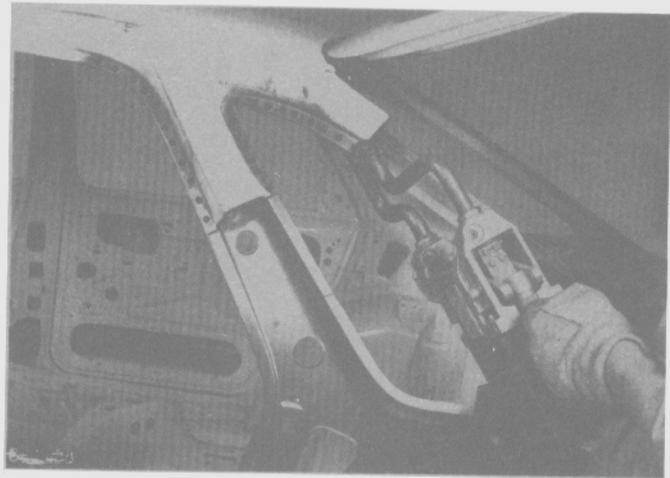

Fig. 246
- Soldar por puntos el panel en el marco de la ventanilla, el corte de puerta (parte superior) y la sección del gotero (Fig. 246).